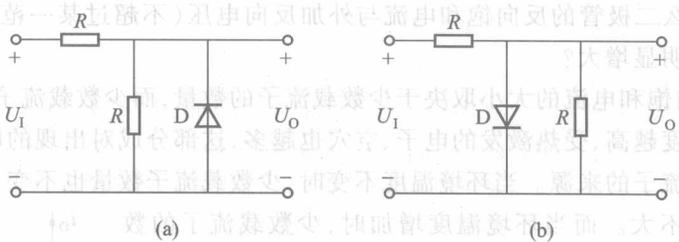

图 14.3.6 练习与思考 14.3.7 的图
14.3.7 在图 14.3.6 所示的两个电路中,已知直流电压 $U_1 = 3$ V, $R = 1$ k Ω ,二极管的正向压降为 0.7 V,试求 U_0 。
解:在图 14.3.6(a) 中,二极管 D 因承受反向电压而截止,输出电压取决于与之并联的电阻 R 上的电压,此时
在图 14.3.6(b) 中,二极管 D 因正向偏置而导通,输出电压被钳位,此时 $U_0 = 0.7 \text{ V}$